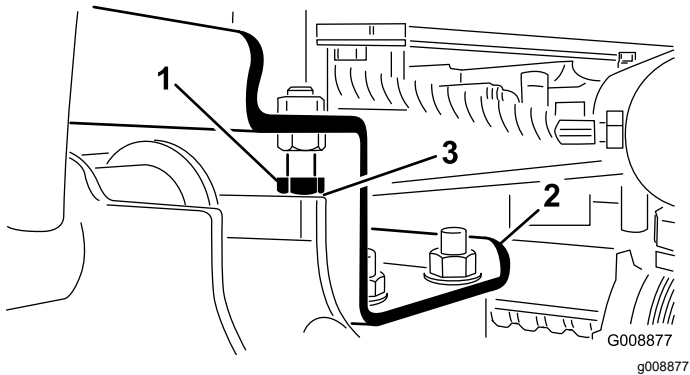

図 12
A. ストップボルトを戻す 図 12。
- 2. 各昇降アームとストップボルトとの隙間が 0.13-1.02 mm の間にあることを確認する(図 12)。この範囲になければストップボルトを調整する。